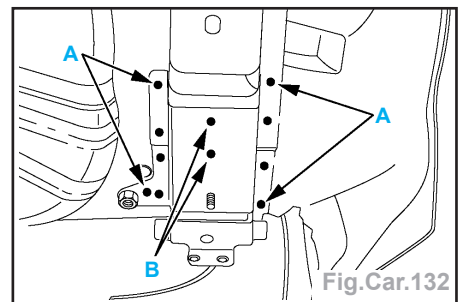

Fig.Car.132
- Souder par points électriques suivant A (avec l'équipement BA1) (Fig.Car.132).